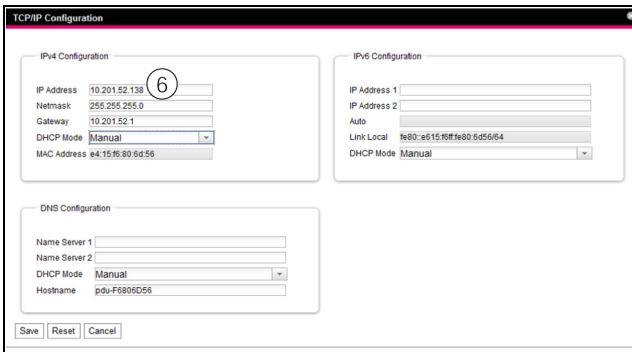

Abb. 36: Anpassen der TCP/IP-Einstellungen
- Ändern Sie im Fenster **TCP/IP Configuration** im Gruppenrahmen **IPv4 Configuration** die IP-Adresse des Geräts auf eine im Netzwerk erlaubte Adresse ab (Abb. 36, Pos. 6).